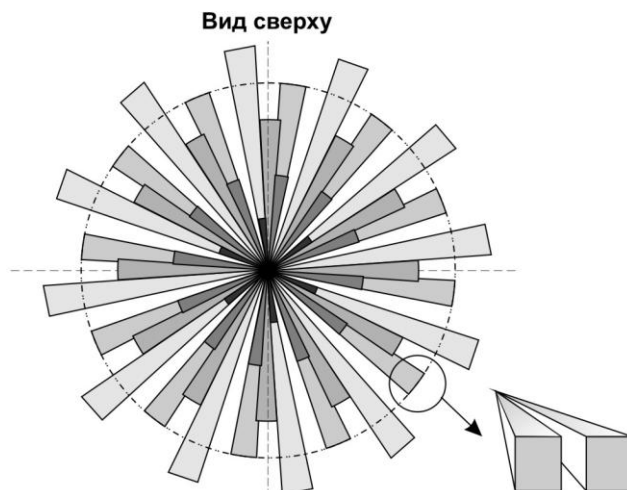

Рисунок 2
2.1 Принцип действия основан на регистрации изменений потока теплового излучения, возникающих при пересечении человеком зоны обнаружения, которая состоит из чувствительных зон. Каждая чувствительная зона состоит из двух элементарных чувствительных зон (рисунок 2). Чувствительные зоны извещателя формируются линзой Френеля и двухплощадочным пироэлектрическим приемником излучения.